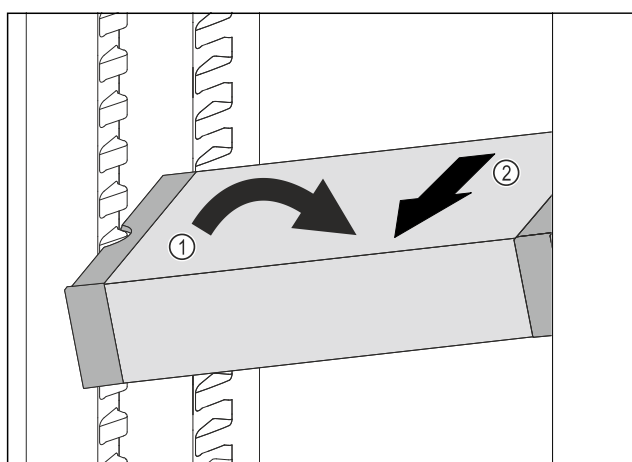

Fig. 110
- Plasser VarioSafe skrått i kjøleskapet. Fig. 110 (1)
- Ta ut VarioSafe ved å trekke den forover. Fig. 110 (2)